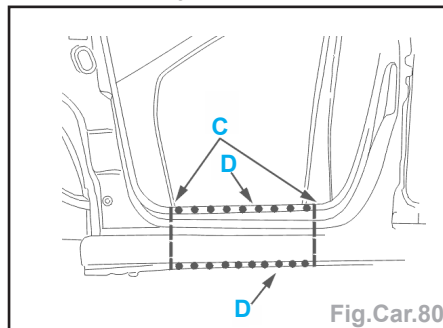

Fig.Car.80
- Souder par cordons successifs au MIG (suivant **C**) (Fig.Car.80).